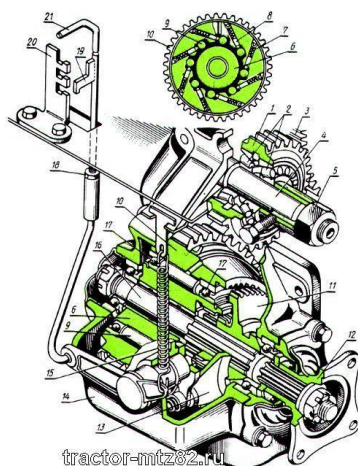

Рис.5 Раздаточная коробка
41. Для принудительного включения переднего моста тягой 21 (рис.5) устанавливают упор 19 в